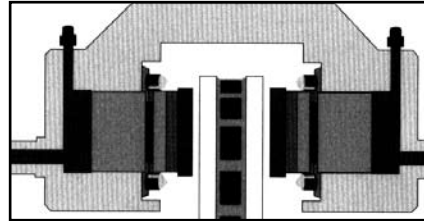

Fig. 34 - Pinça de freio fixa
- Freio a disco com pinça fixa (Fig. 34)